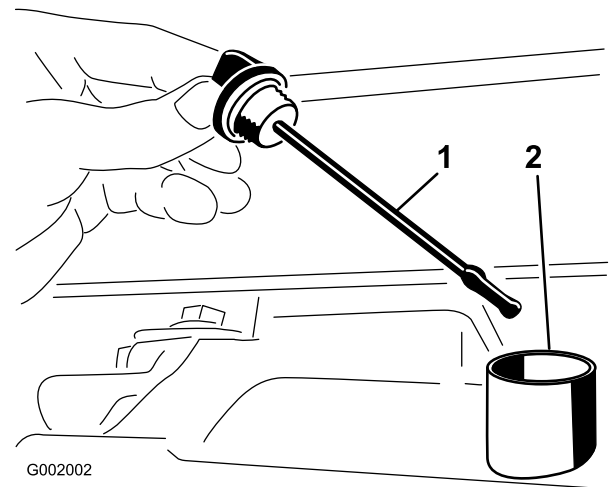

Figura 68
2. Retire la varilla del transeje y límpiela con un paño limpio (Figura 68).